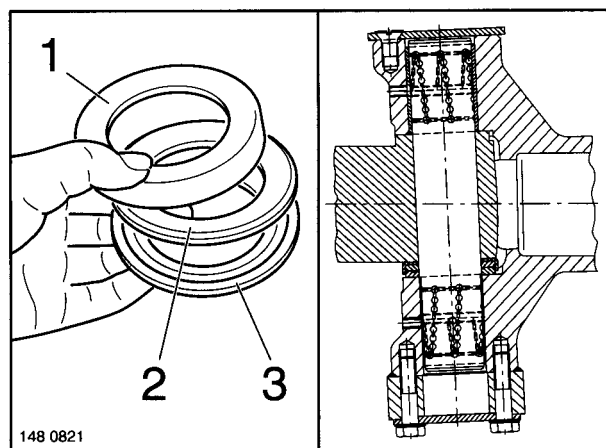

Fig. 21
Place the upper thrust ring (Fig. 21/2) (without lubrication groove), with the exterior chamfer facing upwards, on the lubrication groove side of the lower thrust ring (Fig. 21/3). Place the cap (Fig. 21/1) on both thrust rings.
Poser la rondelle supérieure (figure 21/2) (sans rainure de graissage), chanfrein extérieur vers le haut, sur le côté rainure de graissage de la rondelle inférieure (figure 21/3). Placer un capuchon (figure 21/1) sur les deux rondelles.
- (3) Untere und obere Druckscheibe fetten und zusammenlegen. Obere Druckscheibe (Fig. 21/2) (ohne Schmiernut), mit der äußeren Anfasung nach oben, auf die Schmiernutseite der unteren Druckscheibe (Fig. 21/3) legen. Kappe (Fig. 21/1) auf beide Druckscheiben aufsetzen.